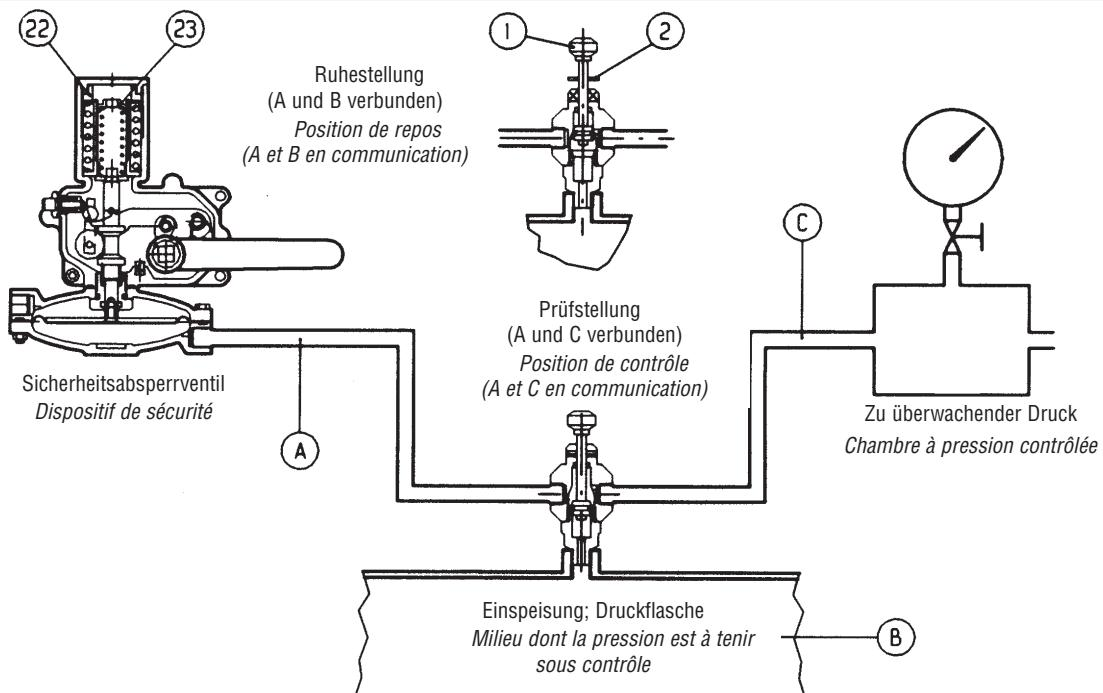

Fig. 23
A) Bei Sicherheitsabsperrventilen, die durch das 3-Wege-Ventil "Push" 11 mit der Ausgangsdruckleitung verbunden sind, ist folgendermaßen vorzugehen (Abb. 23):
A) Pour les dispositifs de sécurité reliés au tuyau en aval par la vanne déviatrice à trois voies "push" 11, procéder de la façon suivante (fig. 23):